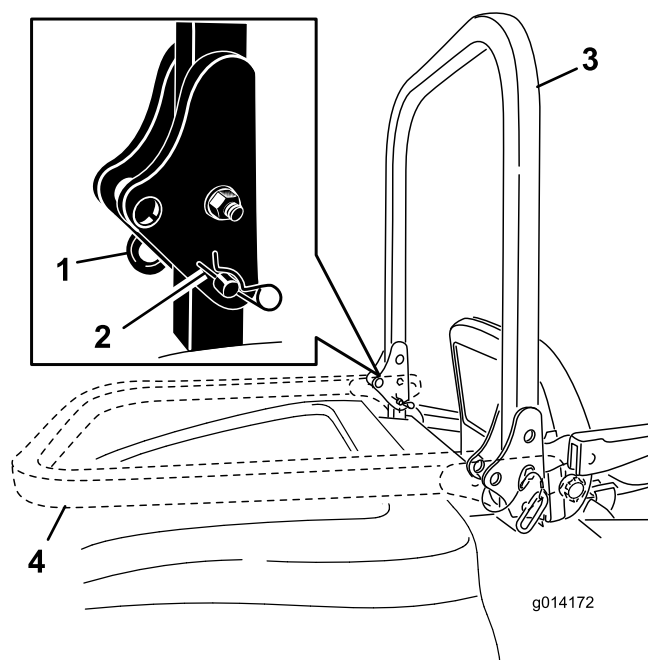

Figure 10
1. Pour abaisser l'arceau de sécurité, retirez les goupilles fendues, poussez l'arceau de sécurité en avant contre les ressorts et retirez les 2 axes (Figure 10).
2. Faites pivoter l'arceau de sécurité à la position abaissée (Figure 10).
3. Posez les deux axes et fixez-les avec les goupilles fendues (Figure 10).
4. Pour relever l'arceau de sécurité, retirez les goupilles fendues puis les deux axes (Figure 10).
5. Relevez complètement l'arceau de sécurité puis insérez les deux axes et fixez ces derniers avec les goupilles fendues (Figure 10).